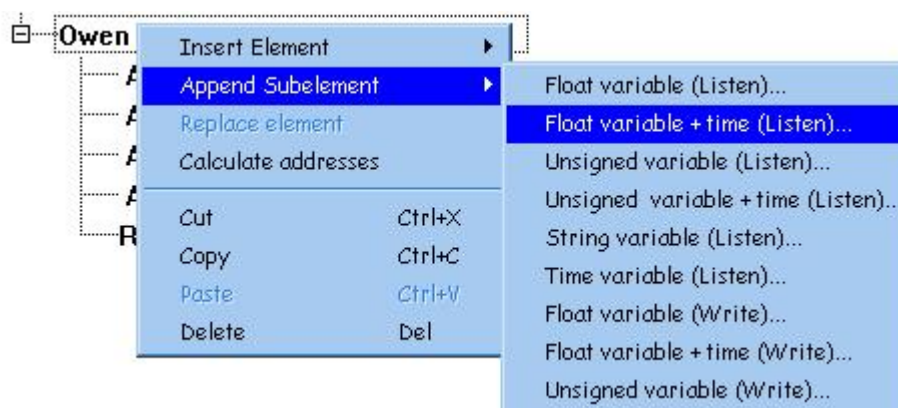

Рис. 3.1
3. Сначала настроим подключение MBA8. Нажмите правой кнопкой мыши на пункте *Owen (Master)*, в появившемся контекстном меню выберите пункт *Append Subelement*, а затем *Float variable + time (Listen)*, как это показано на Рис. 3.1.